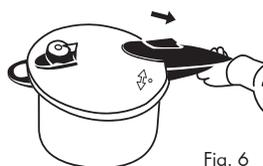

Fig. 6
3. Far scorrere il chiavistello all'indietro verso il segno sulla maniglia del coperchio per assicurarsi che sia completamente chiuso (Fig. 6).